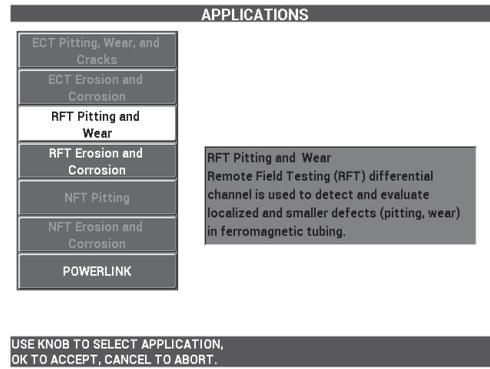

Figura 5-193 Aplicación RFT para picaduras y desgaste
2. Seleccione la opción **CONTINUE** (continuar) [pulse la tecla de función A) y, a continuación, seleccione la aplicación **RFT Pitting and Wear** (RFT para picaduras y desgaste) y, luego, pulse la tecla ✓ para aceptar (vea la Figura 5-193 en la página 288).